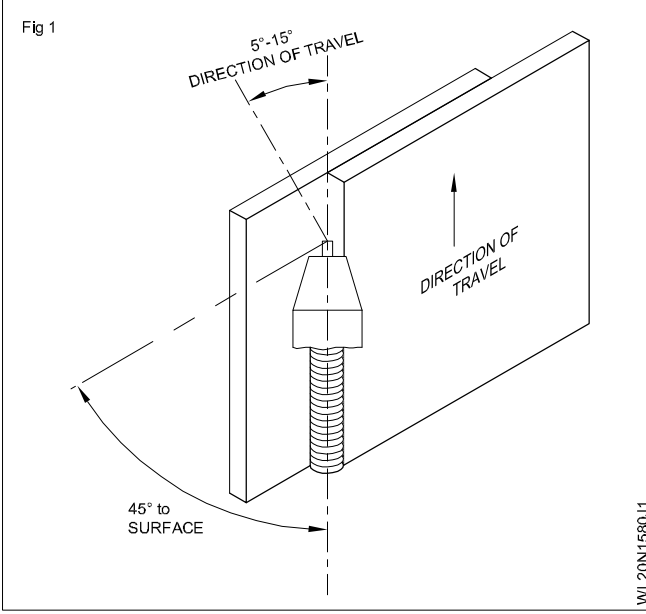

Fig 1ல் காண்பித்தவாறு நகரும் திசையினை நோக்கி செல்லுகையில் 5லிருந்து 15 டிகிரிக்கு இணைப்பினுடைய கோணத்தில் கன் (Gun) னை செங்குத்தாக வைத்தல் வேண்டும்.
துண்டுகளை இணைப்பதற்காக மொத்தமாக சுத்தம் செய்து, Fig 1-ல் காட்டியுள்ளவாறு அவைகளின் நிலையினை மற்றும் ஒன்று சேர்த்து டேக் செய்யவும்.
- 8 Fig 1ல் காட்டியவாறு கார்னர் இணைப்பின் இரு முனைகளில் குறைந்தது (10மி.மீ நீளம்)ற்கு டேக் வெல்டு செய்தல்
- 8 Fig 1ல் காட்டியவாறு லேப் இணைப்பின் இரு முனைகளில் குறைந்தது (10மி.மீ நீளத்திற்கு) டேக் வெட்டு செய்தல்
- 8 Fig 1ல் காட்டியவாறு கார்னர் இணைப்பில் இரு முனைகளில் குறைந்தது (10மி.மீ நீளத்திற்கு) டேக் வெல்டு செய்தல்.
- 8 50 மி.மீ அகலமுள்ள ஷீட்டின் மேல் Fig 1 காண்பித்ததுபோல் ஷீட் னைக் கொண்டு லேப் இணைப்புப் போல் அமைத்தல் வேண்டும்.
- 9 Fig 1 காண்பித்ததுபோல் லேப் இணைப்பின் இரு முனைகளிலும் (குறைந்தது 10மி.மீ நீளம்) வைத்து டேக் வெட்டு செய்யவும்.